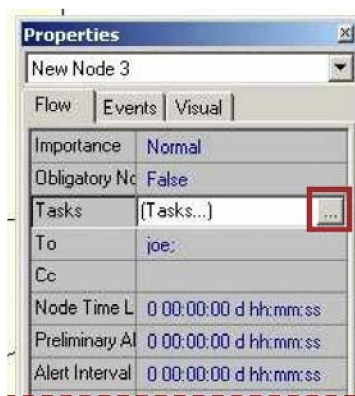

Рис.32. Распределение задач по узлам
- Нажмите на кнопку рядом с атрибутом «Tasks» для назначения задач для выбранного узла (рис. 32).